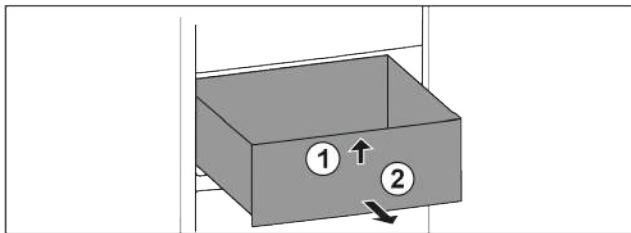

Fig. 15
- ▶ Schubfach vorne anheben. Fig. 15 (1)
- ▶ Schubfach nach vorne entnehmen. Fig. 15 (2)